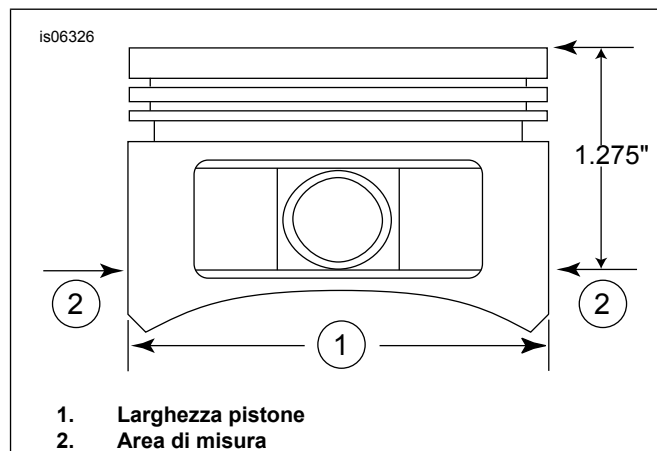

Figura 2. Misure pistone
5. Vedere Figura 2 Misurare la larghezza del pistone (1), 90 gradi orizzontalmente da entrambi i lati dei fori per lo spinotto e a una profondità di 32,38 mm dal cielo (2). Per l'accoppiamento cilindro-pistone in questo punto, vedere Tabella 11.